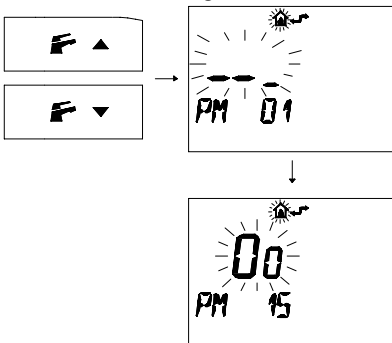

fig. 5.49
- 3 Premere i pulsanti F ▲ o F ▼ per visualizzare la programmazione "PM 15" abilitazione della sonda esterna fig. 5.49